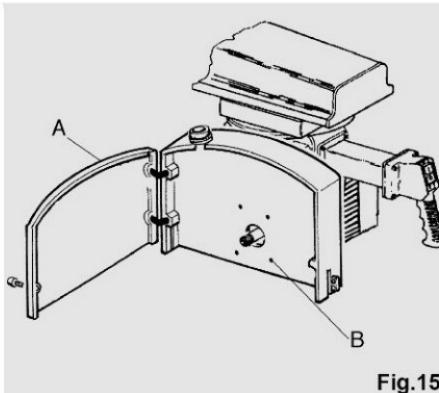
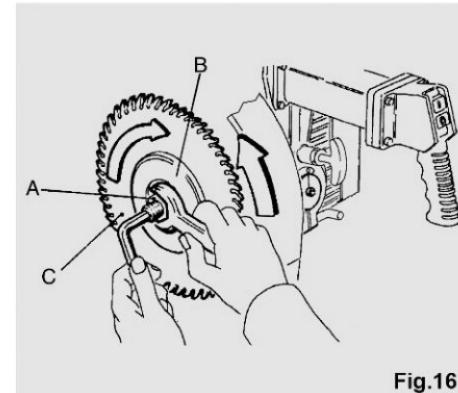

Fig.15
Fig.16
Open de zaagbladcarter (raadpleeg punt A Fig.15), los de moer met linker Schroefdraad (A) van Fig.16 door de motoras tegen te houden door een inbussluitel te plaatsen, en door met een open zeskantsleutel in wijzerszin te draaien.